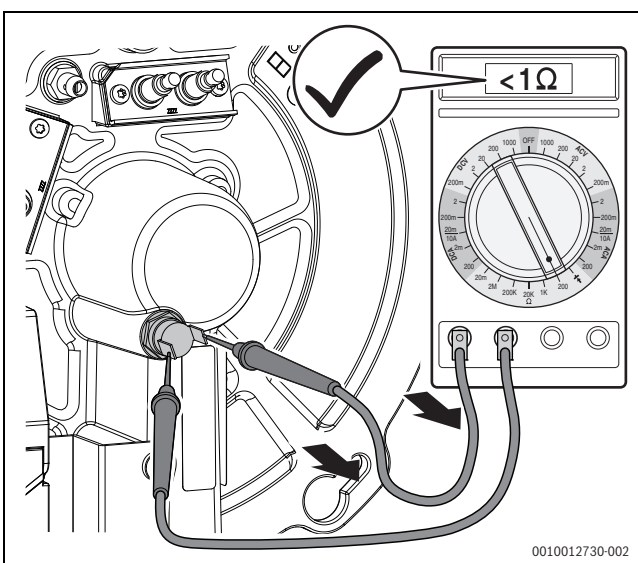

Bild 88 Elektrischen Widerstand an den Kontakten des Temperaturwächters messen (Temperaturwächter in Ordnung)
- ▶ Elektrischen Widerstand an den Kontakten des Temperaturwächters messen (→ Bild 88).